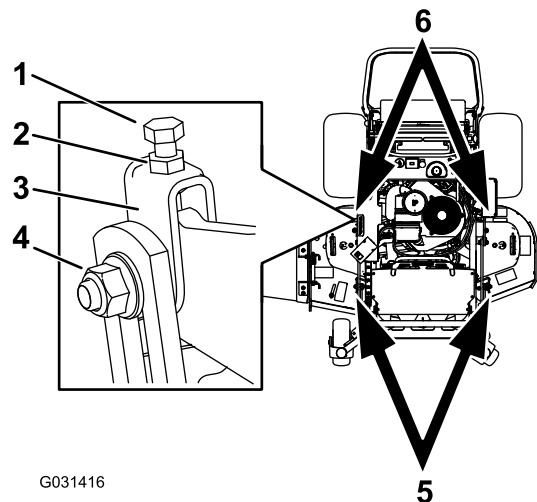

Figura 90
1. Afloje la contratuerca y el perno lateral de las horquillas que desea ajustar (Figura 90).
2. Gire el perno superior de las horquillas para ajustar la altura de la carcasa de corte (Figura 90).
5. Si la medida no es correcta, localice las dos horquillas en la máquina (Figura 90).